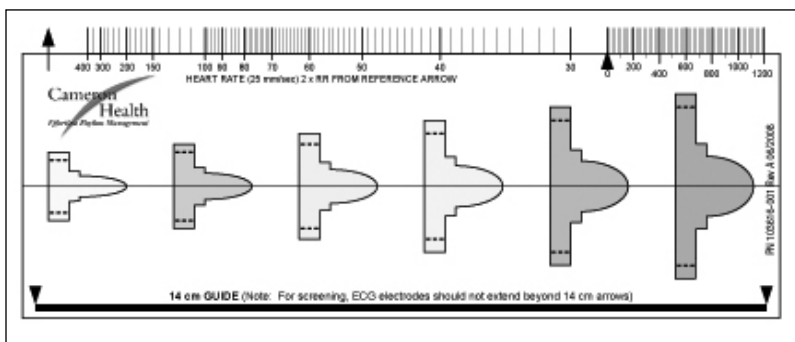

Figura 1: Ferramenta de Triagem de Pacientes
A ferramenta de triagem de pacientes (*Figura 1*) é uma ferramenta de medição personalizada de plástico transparente com perfis coloridos impressos. Os perfis são projetados para garantir o desempenho apropriado do dispositivo, identificando características do sinal que podem levar a resultados insatisfatórios de detecção para um paciente antes do implante. O processo de triagem do paciente é concluído em três passos: (1) Coleta do ECG de superfície, (2) Avaliação do ECG de superfície e (3) Determinação de um vetor de detecção aceitável.